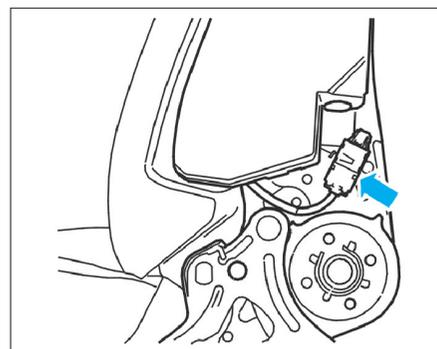

FIG. 8
- Déconnecter le connecteur du module d'airbag (Fig.8).